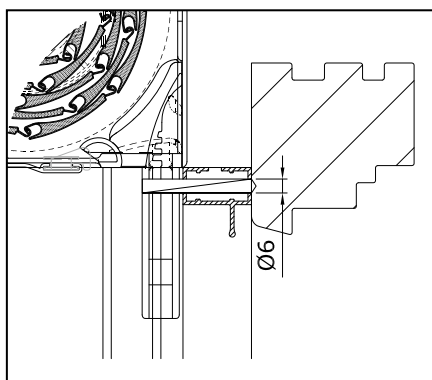
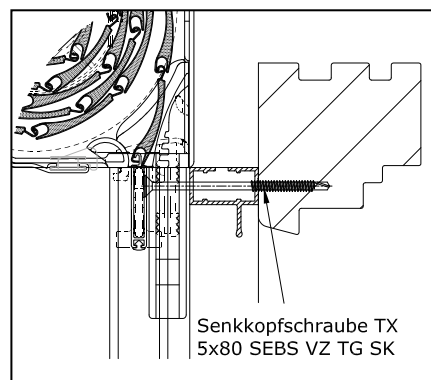

Abb.5
Abb.6
3. Mit einem Bohrer $\text{\O} 6 \text{ mm}$ an der oberen Bohrung der Kämpferschiene durch die Laufschiene bohren (Abb.5). Die Kämpferschiene lt. (Abb.6) oben festschrauben.